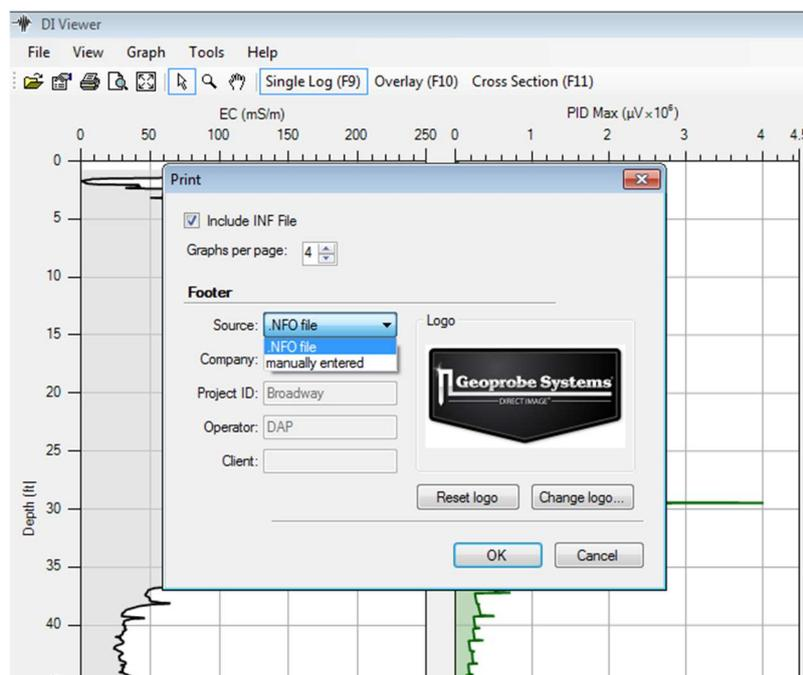

Figure 31 : Sélection des options d'impression.
4. Lorsque tout est prêt pour l'impression, l'utilisateur devra choisir s'il souhaite imprimer le profil et le fichier .NFO ou le profil uniquement. Ceci est géré par la case *Include INF File* qui est à cocher (Figure 31).
5. Si vous souhaitez utiliser l'information relative au site qui a été rentrée lors de la réalisation du sondage, sélectionnez *Footer – Source : .NFO file*. Visualisez cela en mode aperçu avant impression (*Print preview*) et utilisez le zoom afin de mieux voir le texte du pied de page. Si une autre description du pied de page est souhaitée pour le sondage sélectionnez *Source : – manually entered* (Figure 31).
8. Changez le logo pour l'impression en sélectionnant *Change Logo...* (Figure 31). Le logo de la société doit être dans un format image. Le logo peut également être modifié dans l'onglet *Properties* qui est la seconde icône sur la barre d'outils à côté de l'icône *Open folder* (pour l'ouverture de dossier). Afin de remplacer le logo existant, sélectionnez *Change Logo* et dirigez l'ordinateur vers le dossier où se trouve le logo souhaité. Sélectionnez le logo désiré.
3. Afin d'imprimer le fichier NFO/INF, soyez certain que la case *Include INF File* est cochée dans le processus d'impression (Figure 31).